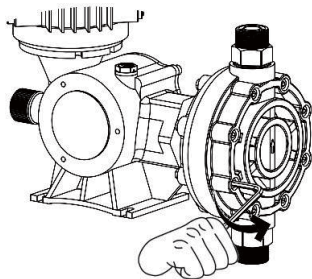

Рисунок 7
4. Ослабьте винты на головке насоса в диагональной последовательности. (см. рисунок 7)
5. Снимая головку насоса, сохраните винты и гайки, поверните шток регулировки хода в положение 0%. В это время мембранный узел выдвинется и отделится от верхней части. (см. рис. 7)